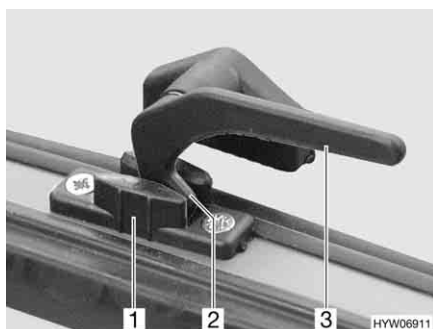

Fig. 52 Leva di serraggio in posizione "Aerazione continua"
- In posizione di "Aerazione continua" (Fig. 52)
- Ruotare la leva di serraggio (Fig. 52,3) di un quarto di giro verso il centro della finestra.
- Ruotare la leva di serraggio di un quarto di giro verso il telaio della finestra. Riportare contemporaneamente il nasello di chiusura (Fig. 52,2) nella rientranza della chiusura della finestra (Fig. 52,1).